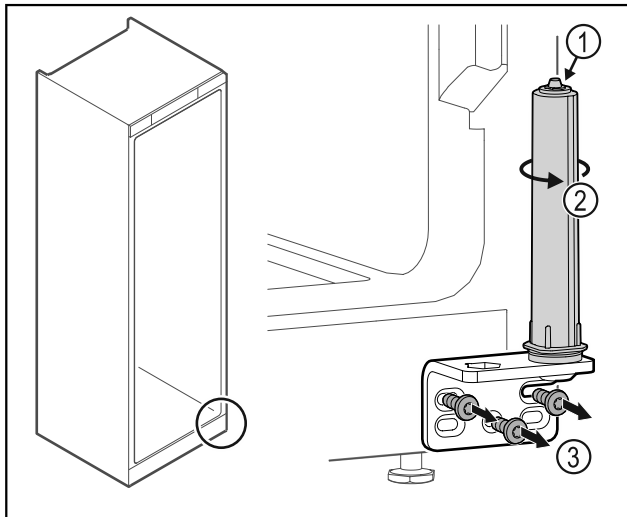

Fig. 37
- ▶ Ne pas désassembler le système de fermeture de la porte Fig. 37 (1).
- ▶ Tourner le système de fermeture Fig. 37 (2) jusqu'à entendre un clic.
- ▶ Dévisser l'équerre de la charnière Fig. 37 (3).